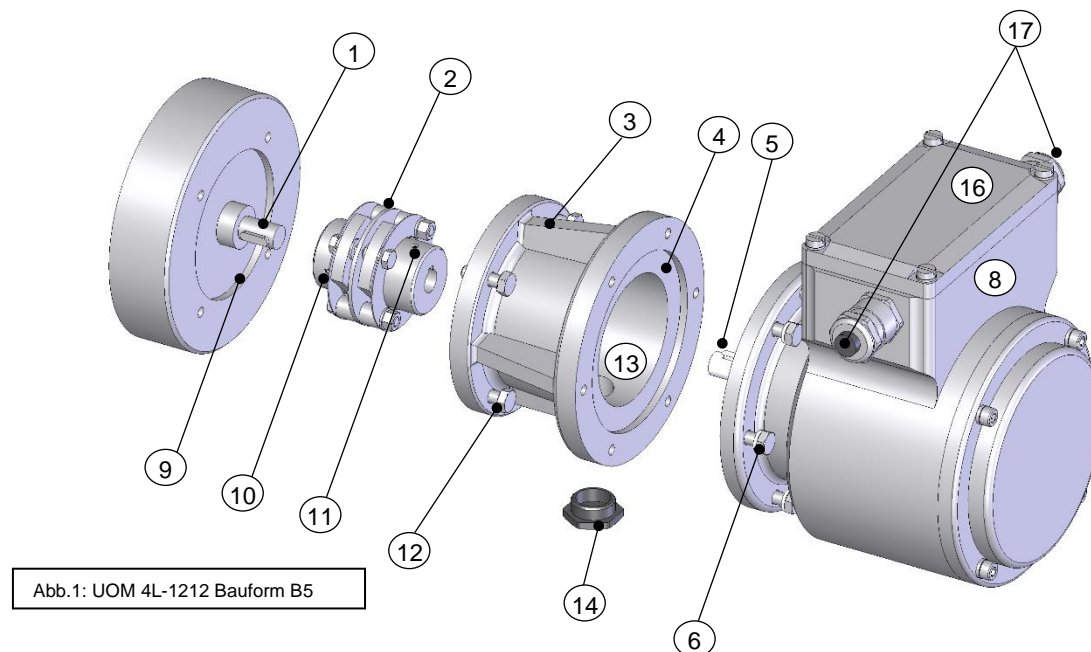

Abb.1: UOM 4L-1212 Bauform B5
1. Klemmkastendeckel (16, Abb. 1) öffnen.